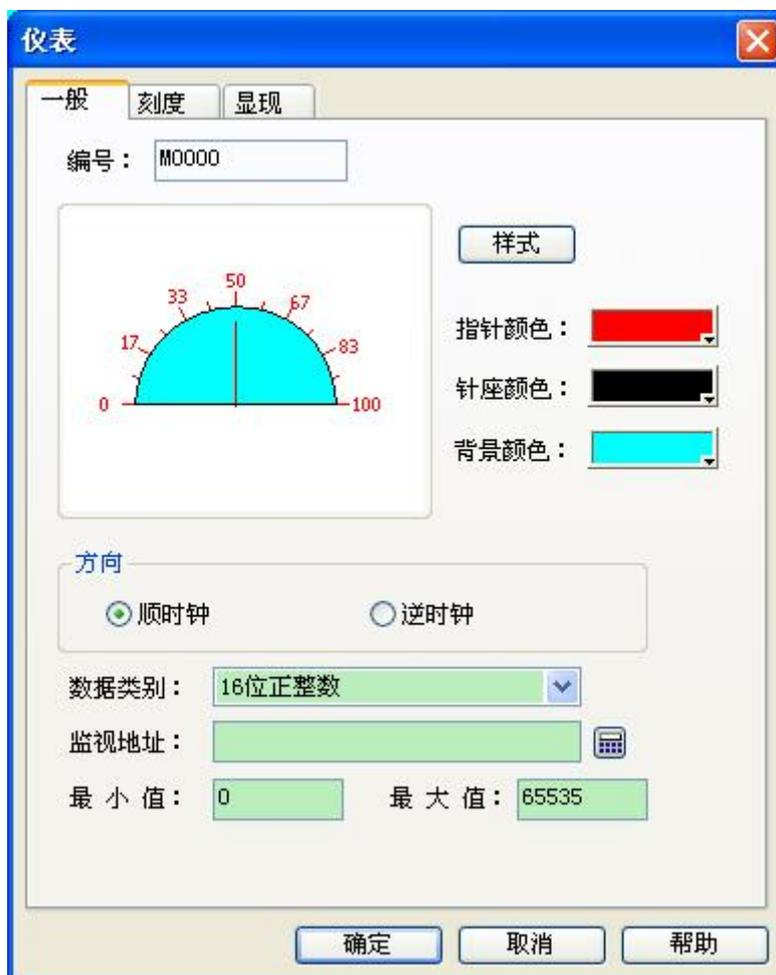

图 4-99 仪表对话框
1. 选择工具栏中的仪表控件图标；弹出如图 4-99 所示对话框：